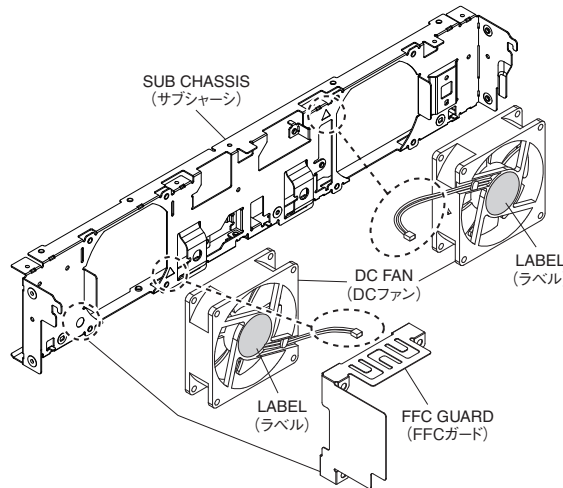

Fig. 10 (図10)
- \* When installing the DC fan, align the wire bundle of DC fan in the “△” mark on sub chassis. (Fig. 10)
- \* When installing the DC fan, install DC fan so that label surface can be seen. (Fig. 10)
- \* PX5/PX3 only : FFC in attach FFC guard to the side of sub chassis having the “○” mark. (Fig. 10)
- ※ DCファンを取り付ける際は、束線をサブシャーシの「△」刻印の方向に合わせて取り付けてください。(図10)
- ※ DCファンを取り付ける際は、DCファンのラベル面が見えるように取り付けてください。(図10)
- ※ PX5/PX3のみ : FFCガードは「○」刻印がある側に取り付けてください。(図10)